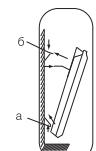

Рис. 5
- закрепить прибор на кронштейне необходимо следующим образом (рис. 5):
- в нижней части конвектора (рис. 5, а);
- наденьте верхнюю часть конвектора на кронштейн, зафиксировав его при помощи защелок на кронштейне (рис. 5, б);